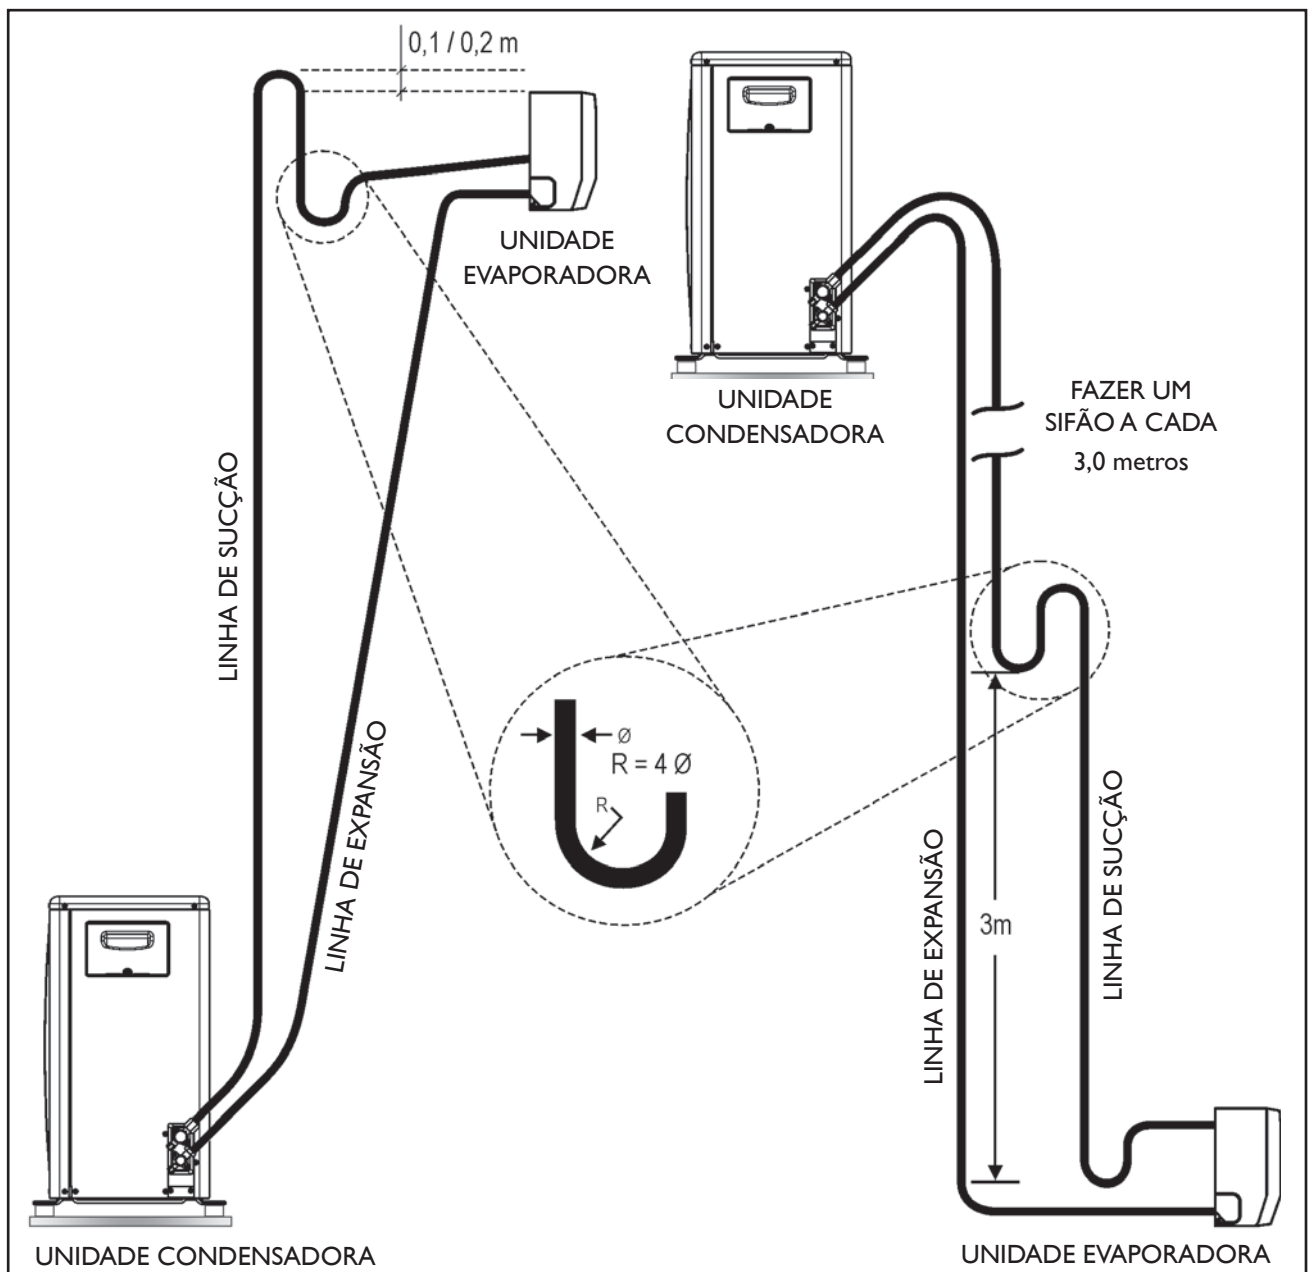

FIGURA 15 - SIFÃO NA LINHA DE SUÇÃO
- 4° Inclinare as linhas horizontais de sucção no sentido do fluxo. (Figura 15)
- No caso de haver desnível entre 4 m e 5 m entre as unidades e estando a evaporadora em nível inferior, deve ser instalado na tubulação de sucção um sifão para cada 2,5 m ou 3 m de desnível (ver figura 15).
Convém também informar que deverá haver uma pequena inclinação na tubulação de sucção no sentido evaporadora-condensadora (ver Figura 15).